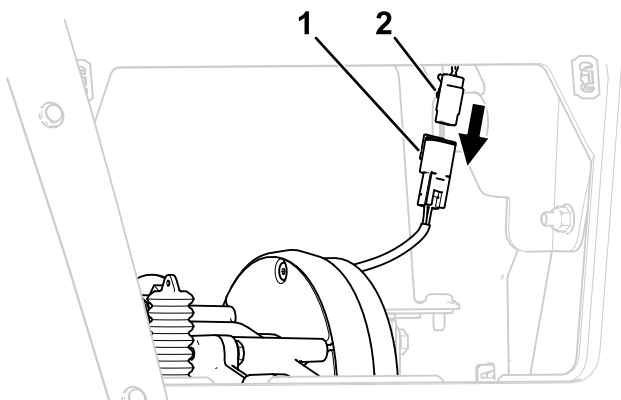

Figura 18
3. Desligue o conector do travão da cablagem principal (Figura 18).